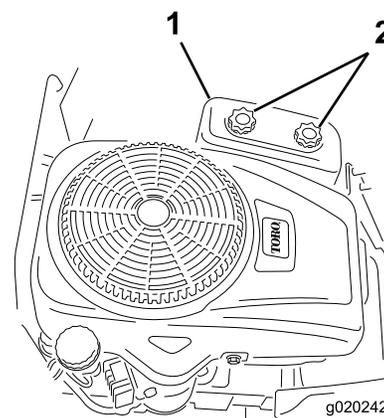

Figura 35
3. Togliete il coperchio del filtro dell'aria svitando le 2 manopole (Figura 35).
3. Montate il coperchio del filtro dell'aria e serrate le 2 manopole (Figura 35).